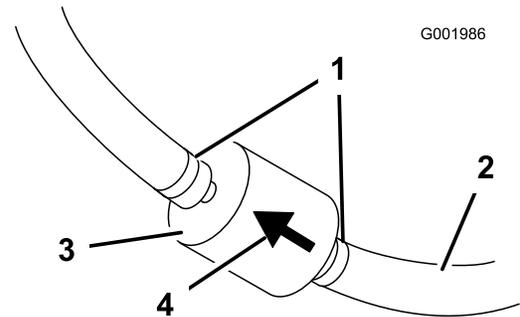

図 44
5. 古いフィルタのクランプをゆるめて脇に寄せる 図 44。